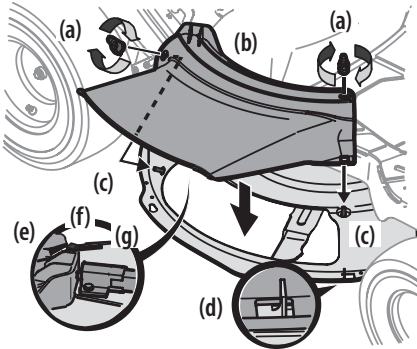

Figura 11
1. Extraiga las perillas de aleta (a) que se instalaron en la plataforma de corte y consérvelas para colocarlas posteriormente. Consulte la Figura 11.
2. Coloque el canal de la plataforma (b) en la abertura de descarga sobre la plataforma. Los espárragos (c) en la superficie de la plataforma calzarán en los orificios de la parte superior del canal de la plataforma (b). La pequeña lengüeta (d) del borde de la plataforma calzará en el recorte cuadrado de la parte inferior del canal de la plataforma (b). Consulte la Figura 11.
3. Sujete el canal de la plataforma (b) ajustando las perillas de aleta (a) que se extrajeron en el paso 1. Consulte la Figura 11.